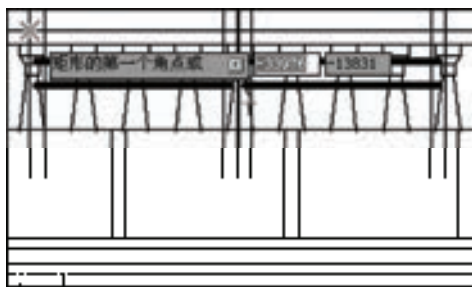

图 13-185 指定第一个角点
- 11) 按〈Enter〉键，指定矩形的第一个角点，如图 13-185 所示。